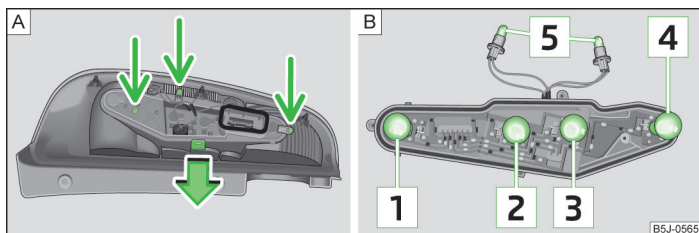

Fig. 165 Demontarea blocului optic central / dispunerea becurilor
Disponerea becurilor în blocul optic spate » fig. 165.
- » Pentru a ajunge la becuri, deșurubați blocul optic central și apăsați elementul de fixare » fig. 165 - **A**.
- » Extrageți becul defect **1**, **2**, **3** sau **4** » fig. 165 din soclu și introduceți un bec nou.